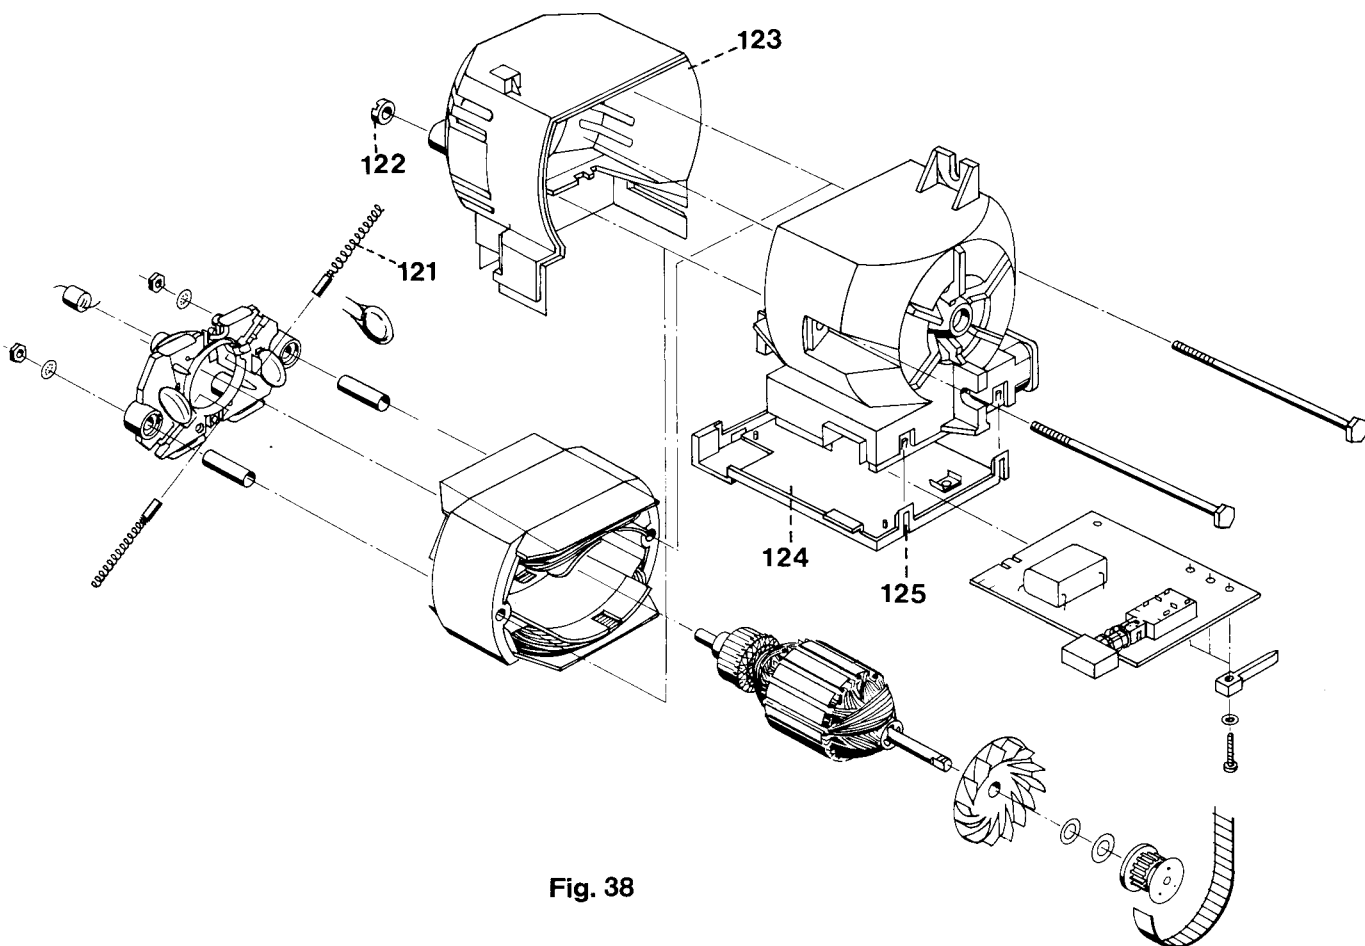

Fig. 38
- Die zwei Einrastlaschen 125 nur wenig anheben und den Deckel 124 abnehmen (Abb. 38).
- Slightly lift the two retaining clips 125 and remove cover 124 (Fig. 38).
- Lever légèrement les pattes d'accrochage 125 et retirer le cache 124 (fig. 38).